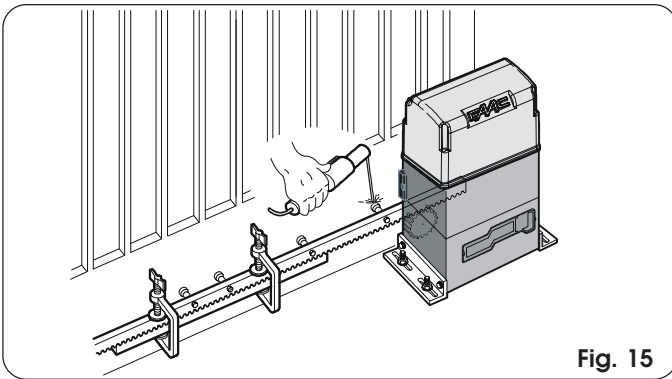

Fig. 15
- 5) Plaats een ander tandheugelelement tegen het vorige, en gebruik een stuk tandheugel om de vertanding van de twee elementen op elkaar af te stemmen, zoals op fig. 15.